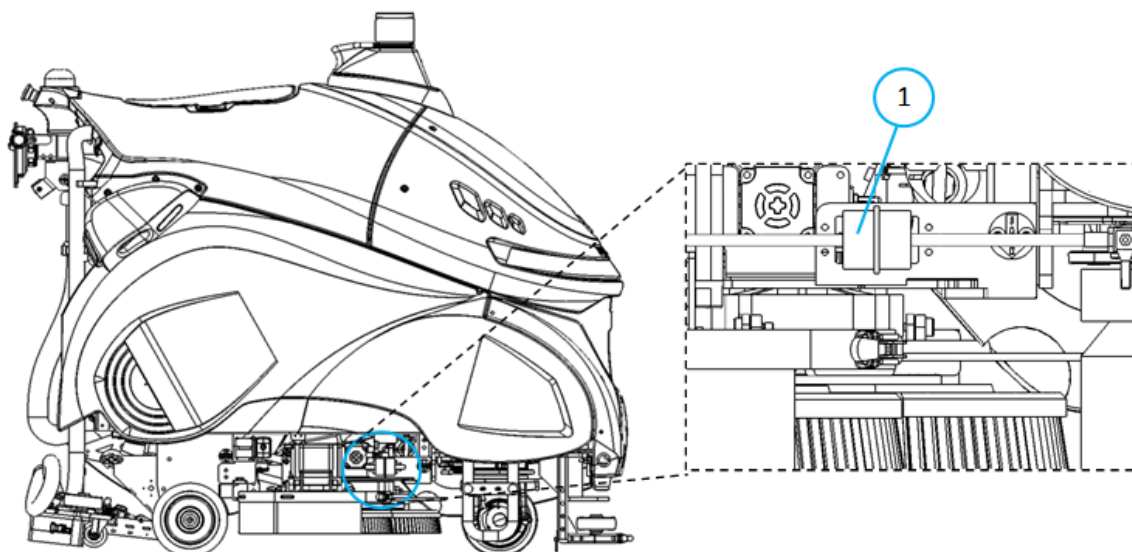

Fig. 2
2. Retirez le panneau de la jupe latérale (Fig.2).